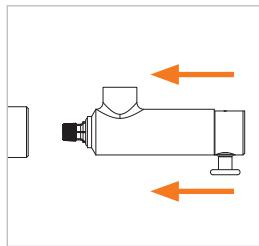

Figure 9
- ▶ Insérez le connecteur, avec le bouton de soupape (Pos. 4) comprimé, dans l'axe dans la pièce d'essai jusqu'à ce que le joint frontal (Pos. 7) entre en contact avec la pièce d'essai (*Figure 9*). Le joint frontal est ainsi préservé des dommages causés par d'éventuels bords saillants de la pièce d'essai et le bon raccordement est garanti.